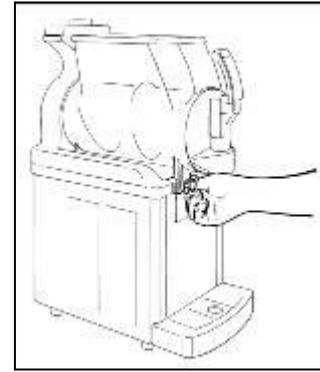

Fig. 5
- Dévisser et retirer les pommeaux (fig.5)